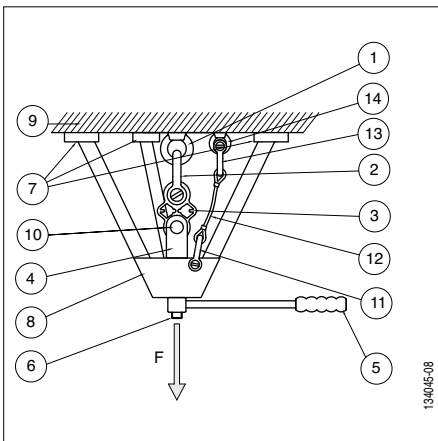
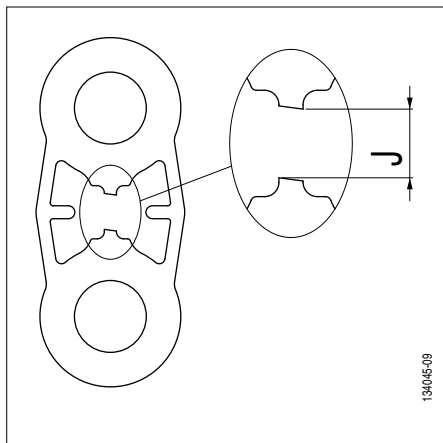

Fig. 6
Fig. 7
- 1 appareil de mise en charge à actionnement manuel de type trépied (voir fig. 6, chapitre 4.2, page 5),
- 1 dispositif de sécurité pour la retenue du dispositif de mise en charge, en cas de rupture du point d'ancrage à tester, comprenant (voir fig. 6, page 5) :
- 1 élingue de sécurité de longueur appropriée (voir fig. 6, chapitres 4.2 et 4.3, page 5),
DANGER : Pour tester un point d'ancrage à l'aide de la plaquette de test TA, l'opérateur doit impérativement utiliser un appareil de mise en charge de type trépied à actionnement manuel qui aura été spécifiquement étudié et dimensionné en vue de pouvoir être utilisé pour la mise sous charge de traction sans risque du point d'ancrage à tester (fig. 6) ou tout autre appareil de mise sous charge de traction de la plaquette de test TA spécialement étudié et dimensionné pour être utilisé en toute sécurité.
L'ensemble des vérifications avant installation décrites ci-dessous, fait référence à la fig. 6.
L'ensemble de la procédure décrite ci-dessous, fait référence à la fig. 6.
DANGER : Le jeu 'J' maximum (fig. 7, jeu J) ne doit pas dépasser 15 mm.
- 1) Augmenter progressivement la charge en agissant sur l'appareil de mise en charge (fig. 6, page 5, repère 8). L'opérateur devra impérativement regarder en permanence la plaquette afin de pouvoir stopper la mise en charge juste après la rupture de la section 'S' de la plaquette (fig. 7).
2) A la rupture de la section indicatrice 'S' de la plaquette de test TA (fig. 7), l'opérateur doit immédiatement stopper son action sur l'appareil de mise en charge au risque de rompre totalement la plaquette.
L'ensemble de la procédure décrite ci-dessous, fait référence à la fig. 6, page 5.
8. De continuer la mise en charge de la plaquette de test TA après rupture de la section indicatrice 'S' (cf. chapitre 5.2, fig. 7, page 6).